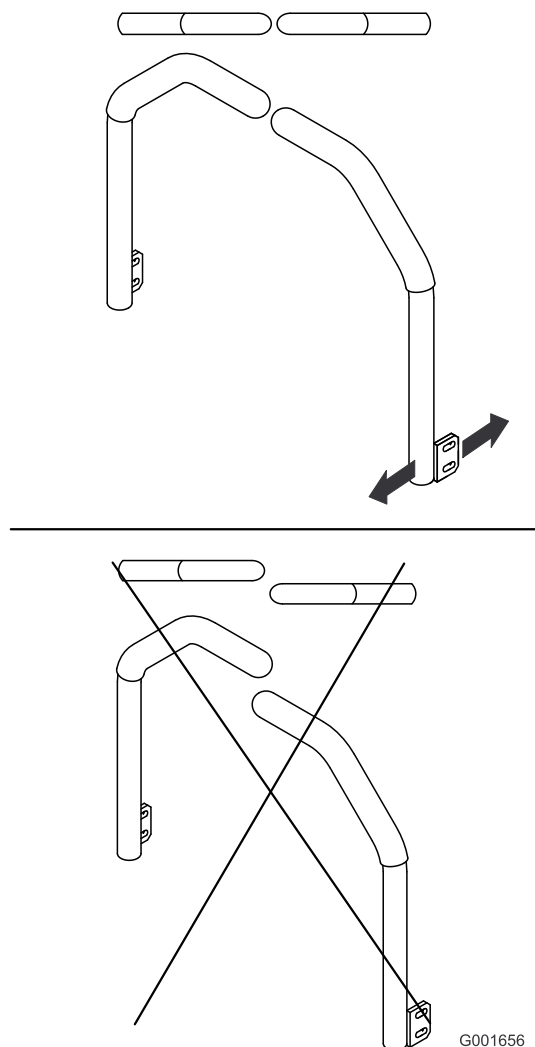

Figura 54
5. Ajuste las palancas de control de forma que queden alineadas entre sí y apriete los pernos para fijar las palancas a los soportes (Figura 54).